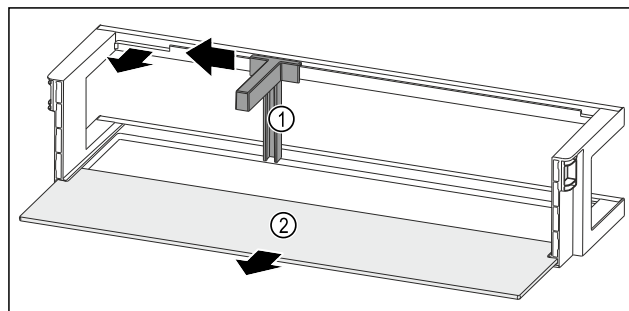

Fig. 116 Türabsteller mit Flaschenhalter und Abstellfläche
- Flaschenhalter Fig. 116 (1) bis zur Aussparung zur Seite schieben.
- Flaschenhalter Fig. 116 (1) entnehmen.
- Abstellfläche Fig. 116 (2) entnehmen.